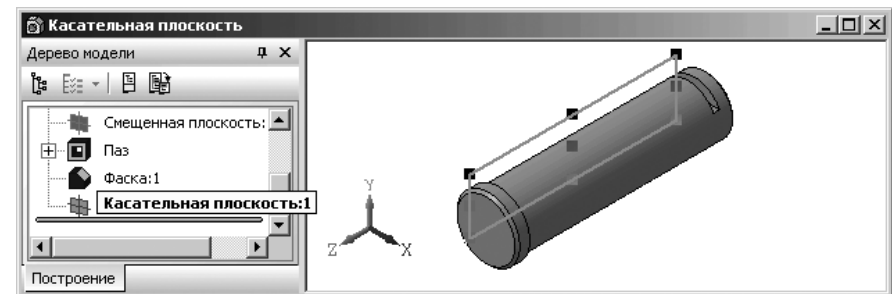

Рис. 8.20. Результат построения **Касательной плоскости**. Для наглядности она выделена
- щелкните на **Специальной панели управления** по кнопке – **Создать объект** или нажмите комбинацию клавиш **Ctrl+Enter**. Появится искомая **Касательная плоскость**, показанная на рис. 8.20.